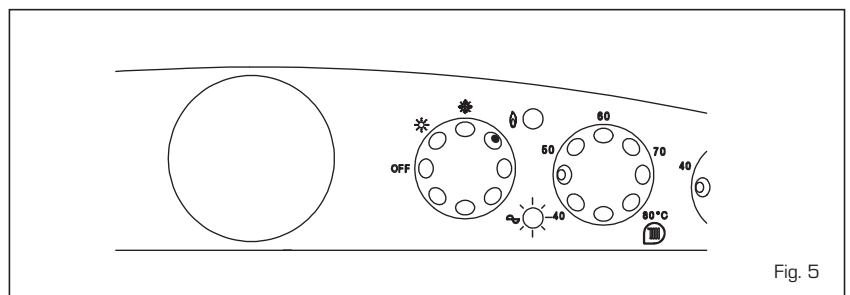

Fig. 5
- Otras anomalías (fig. 5)
En el caso que se encienda la luz indicadora bicolor verde intermitente (fig. 5) la caldera no funciona. Para restablecer el funcionamiento arme nuevamente el pulsador del termóstato.